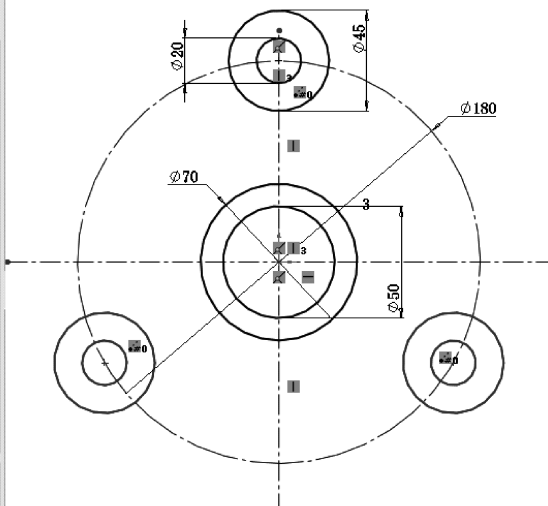

图 11-8 圆周阵列
7) 单击【草图】工具栏中的 (圆周草图阵列) 按钮，在屏幕左侧将弹出【圆周阵列】属性栏，选择要阵列的实体 (圆弧 4, 5)，选择要阵列的数量 3，参数 选择 360 度，其他系数系统自动弹出，单击属性栏中的 按钮，则生成圆周阵列，如图 11-8 所示。